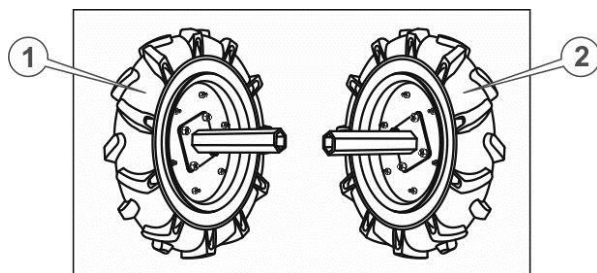

Рисунок 5. – Маточини з колесами
4. Приєднати маточини коліс до колісних дисків за допомогою болтів, надійно затягнути всі з'єднання на колесах (див. рисунок 5.) Водночас необхідно пам'ятати, що на колеса встановлені пневматичні шини зі спрямованим малюнком протектора типу «ялинка». Встановлювання колеса необхідно виконувати так, щоб споглядаючи на мотоблок зверху, «вістря» цієї «ялинки» були спрямовані вперед (див. Рисунок 5. та 6.), крім того, вентилі для накачування камер повинні перебувати з зовнішнього боку колеса.